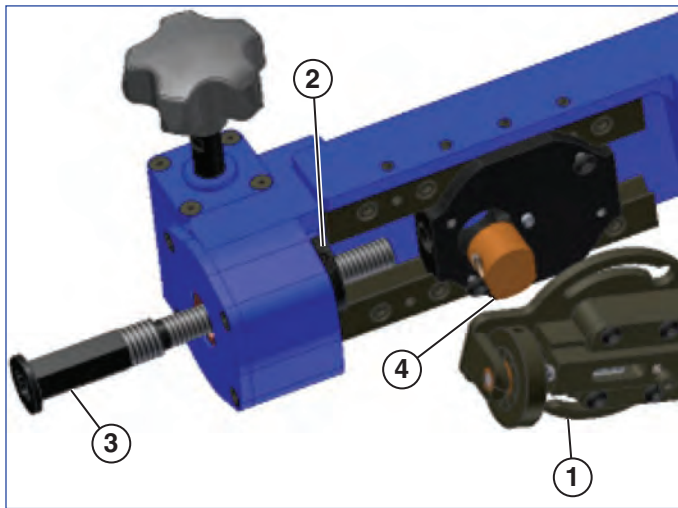

图 6
4. QuickFace 配有两个进给螺杆。如果所需的表面抛光为 $3,18 - 6,35 \mu\text{m}$ (125 - 250 微英寸)，则使用 $\frac{1}{2} - 11$ 进给螺杆。如果所需的表面抛光为 $1,52 - 2,54 \mu\text{m}$ (60 - 100 微英寸)，则使用 $\frac{1}{2} - 20$ 进给螺杆。参见图 6。